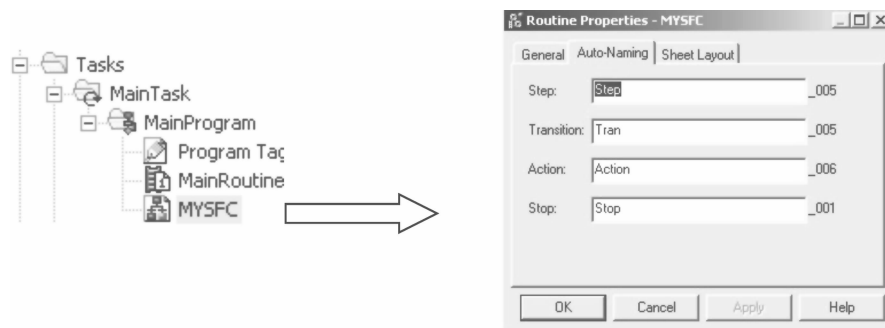

图 15-6 例程属性对话框
3. 再深入一些。右键单击“MYSFC→属性→自动命名”（MYSFC→Properties→Auto Naming）。在这里可以为后续的 Step、Transition、Action 和停止设置默认名称，如图 15-6 所示。